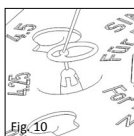

Fig. 10
■ **Fig. 10** Hvis anatomiske forhold ved stapes kræver, at klokken på partialprotesen udvides, så kan dette nemt opnås ved hjælp af konussen. Til dette formål trykkes den påsatte Bell-protese forsigtigt imod konussen med en nål eller et andet mikrokirurgisk instrument.